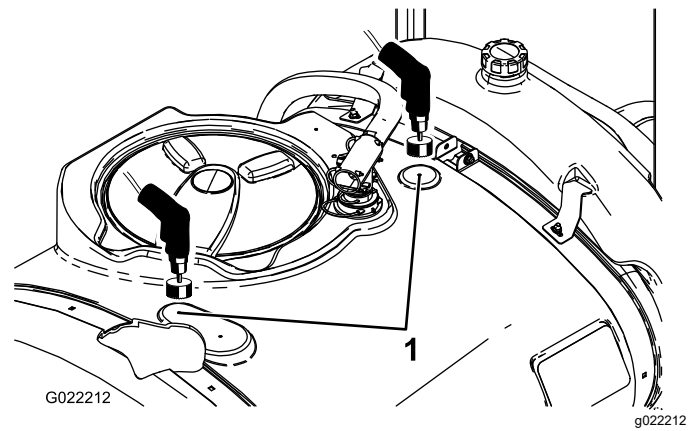

Figura 3
2. Localize as duas marcas de perfuração no depósito principal (Figura 3).